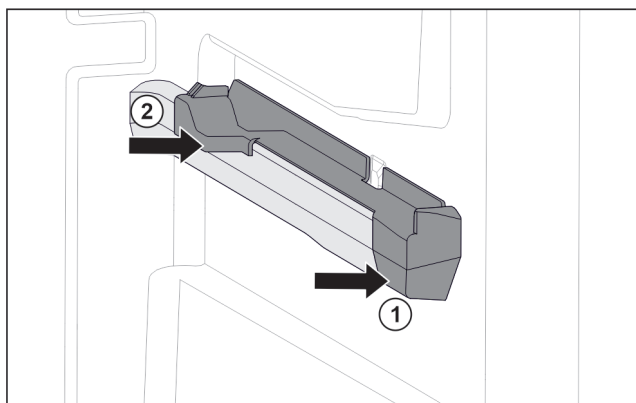

Fig. 79 Påsætningsdel på den højre beholderrist
- ▶ Sæt den forreste del af påsætningsdelen på beholderristen. Fig. 79 (1)
- ▶ Tryk den bageste del af påsætningsdelen på. Fig. 79 (2)